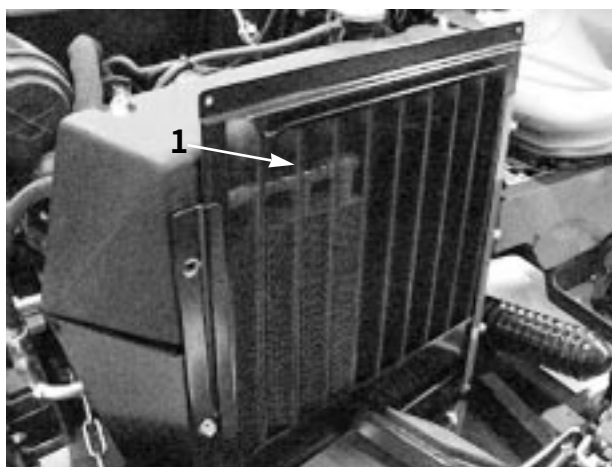
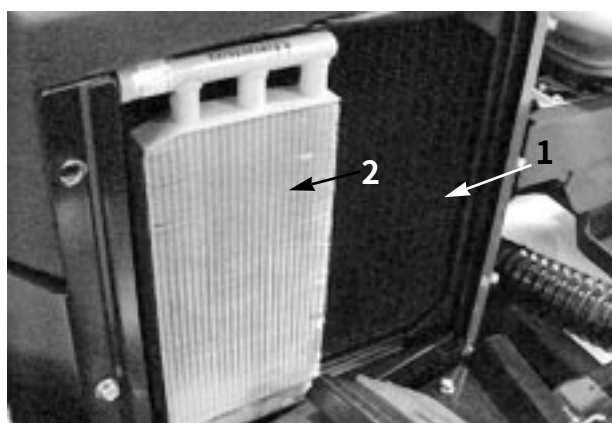

図 23
図 24
1. ラジエター（図24）、スクリーン（図23）、オイル・クーラ（図24）に付いているホコリを取る。この部分は毎日の点検清掃が必要、ホコリの多い環境では数時間おきに点検する。清掃要領については40ページを参照のこと。